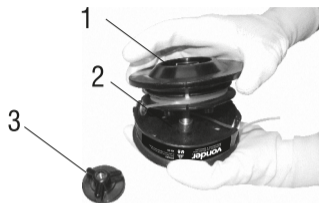

Fig. 01 - Abrindo o carretel de nylon /Abriendo el carrete de nylon
- 1 – Solte a porca borboleta (peça 03 - Fig. 01) /Retire la tuerca mariposa (pieza 03 - Fig. 01);
- 2 – Retire a parte superior (peça 01 - Fig. 01) /Retire la parte superior (pieza 01 - Fig. 01);